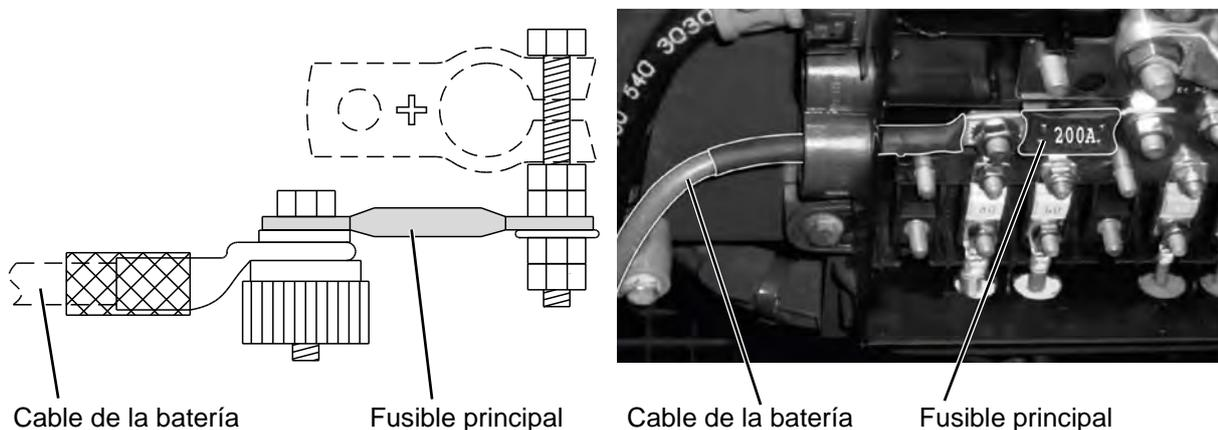

Figura 23: Conexión de la batería
- ▶ Monte el fusible principal con el terminal de cable y conecte el cable de batería al polo positivo de la batería o, alternativamente, al distribuidor de la batería (véase Figura 23).